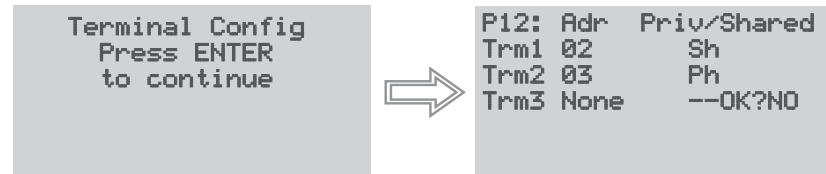

Fig. 6
- premendo ancora una volta il tasto ↓ verranno visualizzate in sequenza le maschere di Fig. 6;
- pressing ↓ again displays the screens shown in Fig. 6, in sequence;